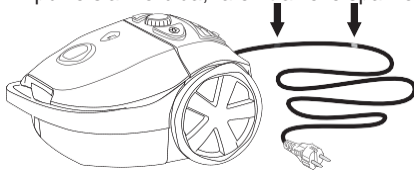

Figura 5 Marcatura del cavo
- Il cavo presenta una marcatura gialla e una marcatura rossa (vedere la figura 5). Estrarre il cavo fino alla marcatura gialla.